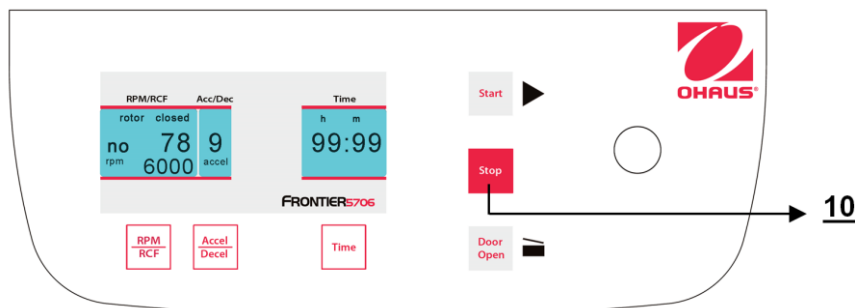

Figura 23
La operación puede interrumpirse en cualquier momento al presionar el botón **"Stop"** (10) (vea la Figura 23). Después de presionar el botón, la centrifuga se desacelera con la intensidad preseleccionada respectiva hasta que alcanza el reposo total.